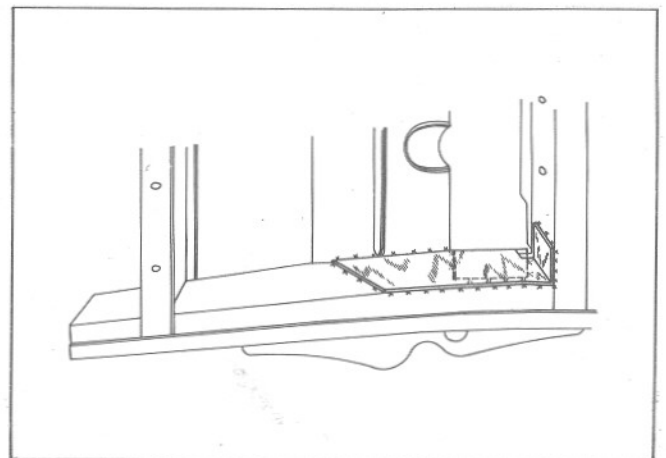

Fig. 4
- Faire la même opération pour les renforts intérieurs (voir fig. 4).